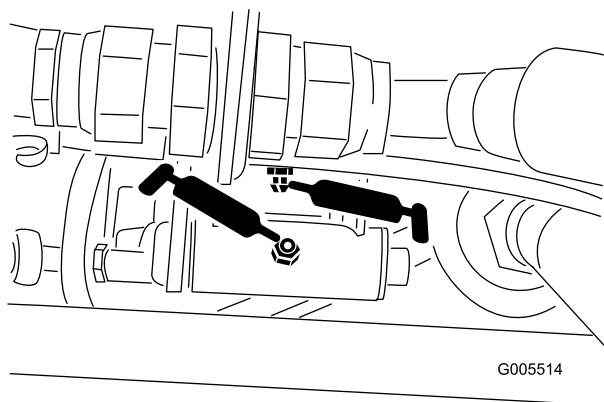
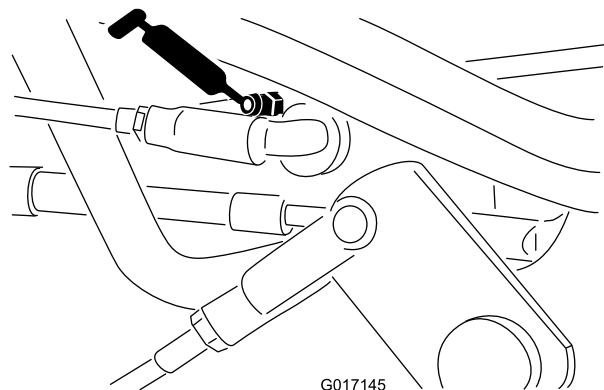

Figura 42
Figura 43
- Articulação do selector de velocidade (Figura 42 e Figura 43)